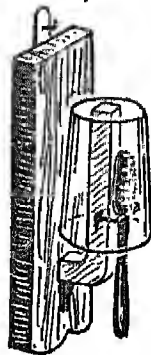

Fig. 8. — Un support pratique, pour votre brosse à dents.
3. Un support pratique. — On doit ranger sa brosse à dents à l'air, pour qu'elle puisse sécher, mais à l'abri de la poussière. Le petit support, facile à réaliser en bois, représenté par la fig. 8, permet de satisfaire à cette double condition.